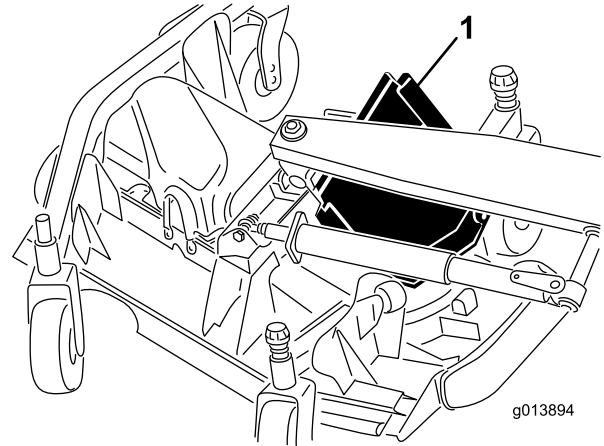

Figura 76
6. Levante a extremidade dianteira e oriente-a entre o braço de elevação e o rolo para a retirar (Figura 76).